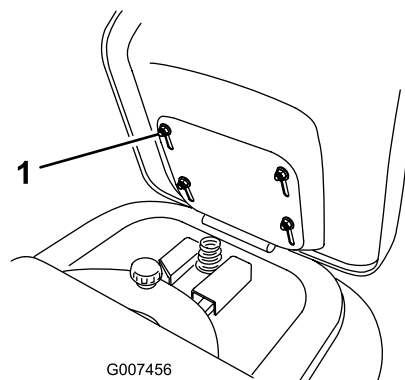

Figura 5
1. Sollevate il sedile e allentate i 4 bulloni (Figura 5).